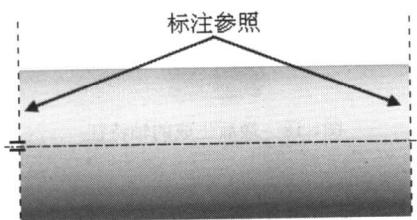
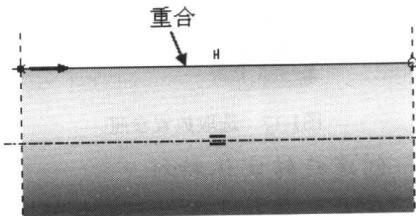

图1-11 选取的标注参照
图1-12 草绘扫描轨迹线轮廓
- (1) 在【插入】主菜单中选取【螺旋扫描】/【切口】选项打开【切剪：螺旋扫描】对话框和【属性】菜单，选取【常数】、【穿过轴】、【右手定则】和【完成】选项。
- (2) 选取基准平面FRONT作为草绘平面，选取如图1-11所示的两条边作为尺寸标注和约束参照，在草绘平面中绘制如图1-12所示的扫描轨迹线和旋转轴。
- (3) 根据系统提示输入节距5.00。
- (4) 使用